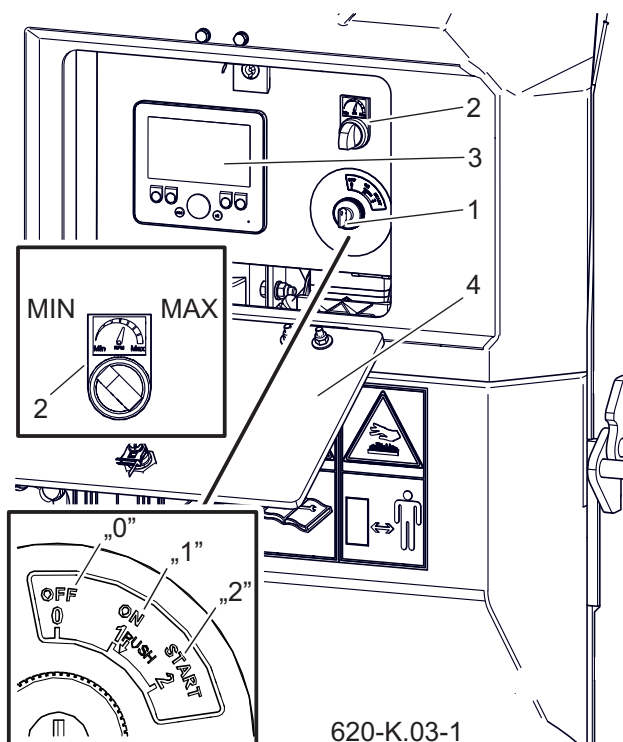

Figura 7.3 Arranque del motor
- Abra la tapa (4) del panel de control (3). Inserte la llave de la ignición (1) en el interruptor de encendido - figura 7.3.